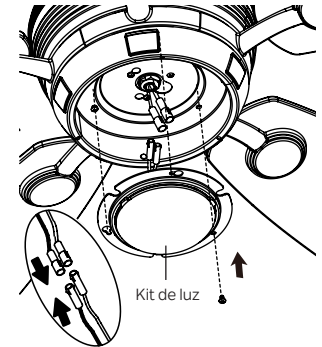

Figura 23
**Paso 2.** Conecte los dos conectores de una clavija del kit de luz a los dos conectores de una clavija del conjunto del motor. Conecte el cable negro con el cable negro y el cable blanco con el cable blanco. Coloque los dos orificios de la ranura del kit de luz sobre los dos tornillos que se aflojaron previamente de la placa de luz. Gire el kit de luz hasta que encaje en su lugar en el extremo estrecho de los orificios de llave. Apriete firmemente los dos (2) tornillos que aflojó anteriormente y el que quitó anteriormente. (Figura 23)